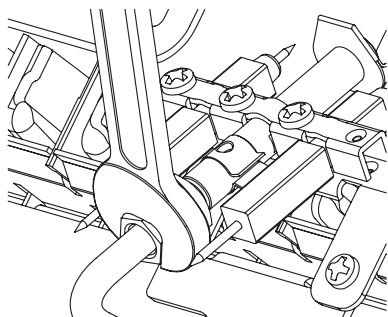

Figura 5.1
- Scollegare il tubetto fiamma pilota (Figura 5.1).